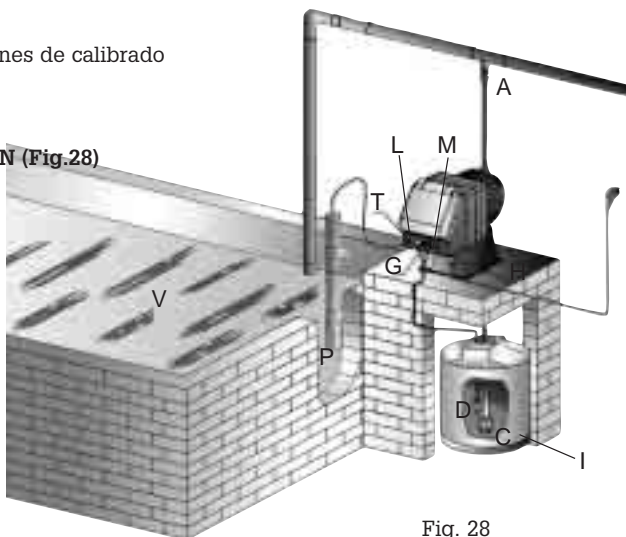

Fig. 28
11.2 - ESQUEMA TÍPICO DE UNA INSTALACIÓN (Fig.28)